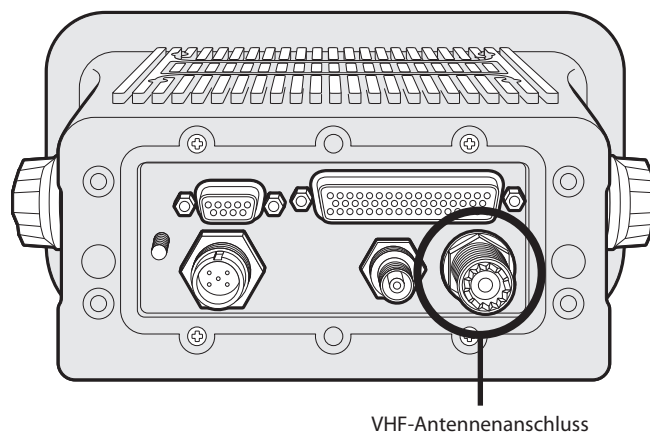

Abbildung 42 VHF-Antennenanschluss
- Schließen Sie das VHF-Antennenkabel an den VHF-Anschluss am AIS-Transponder wie in Abbildung 42 dargestellt an.